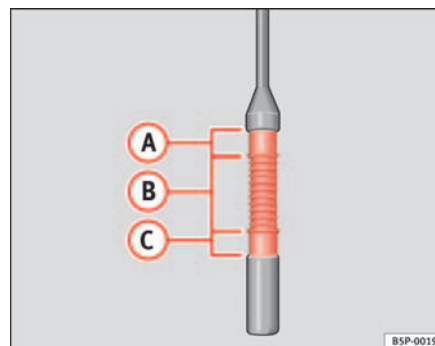

Fig. 123 Varilla de medición del nivel de aceite.
- Vuelva a extraer la varilla de medición y compruebe el nivel de aceite que indica el extremo inferior de la varilla de medición ⇒ fig. 123.
Si el nivel se encuentra en la zona ⇒ fig. 123 **(A)**, no se debe añadir aceite.